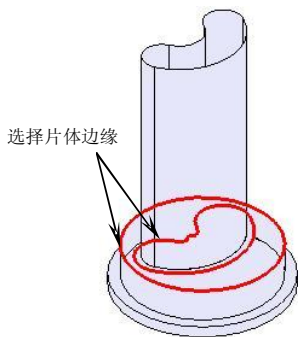
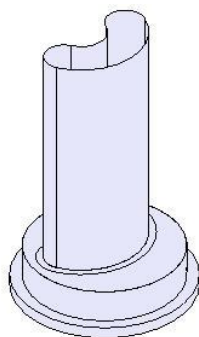

图7-10
图7-11
6. 在【成形特征】工具条中单击【有界平面】按钮，弹出【有界平面】对话框。选择片体边缘，如图 7-10 所示，单击 **确定** 按钮创建有界平面，如图 7-11 所示。